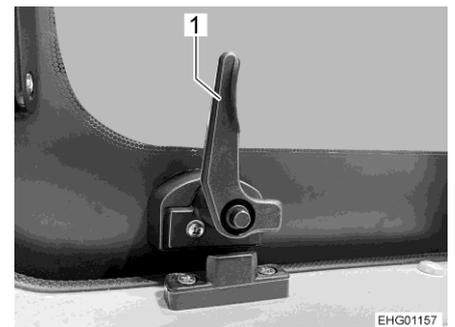

Fig. 18 Verrouillage, ouvert
- Ouvrir tous les verrouillages (Fig. 18,1).
- Fermer tous les verrouillages (Fig. 18,1).